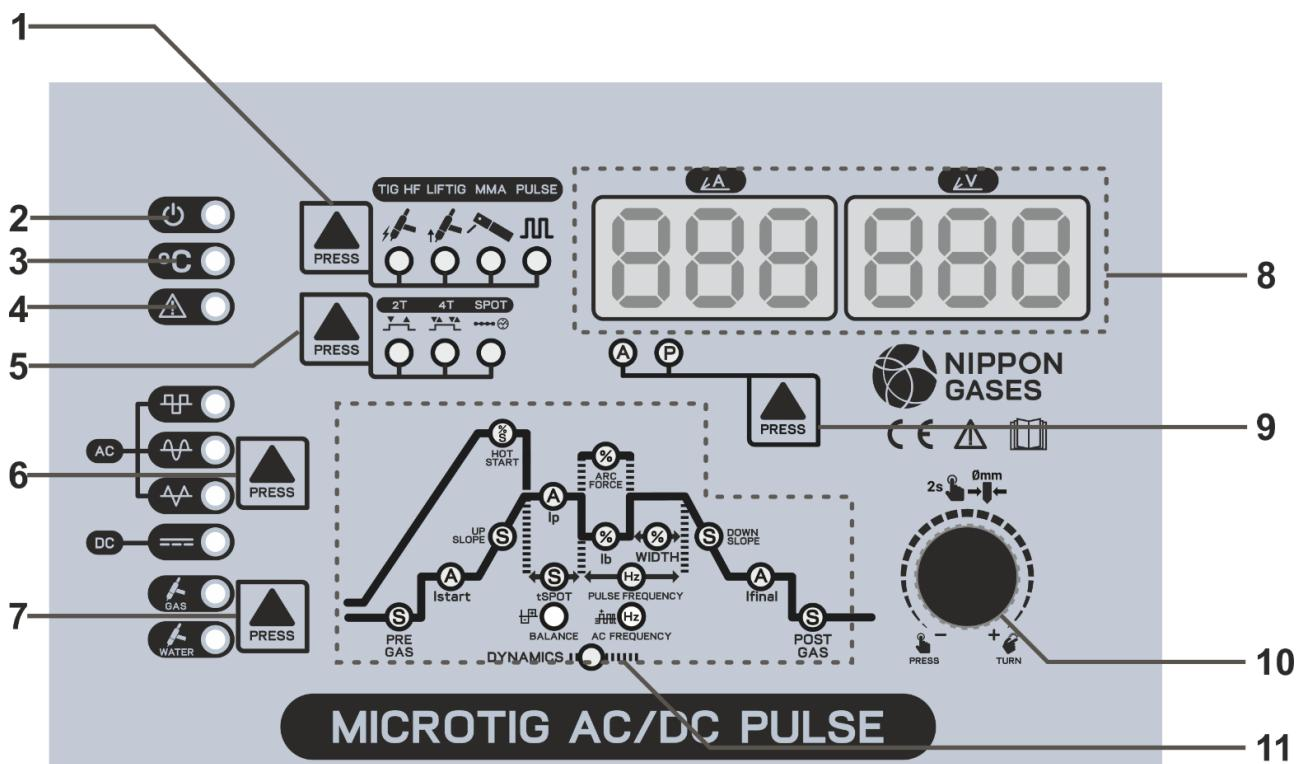

Fig. 1 – Painel de controlo
- Hot Start (Fig.1 - 1) - Para forçar a ignição de arco, ajustar a percentagem de hot start em relação à corrente principal e/ou o tempo (segundos).
- Arc Force (Fig.1 - 3) - Para evitar a colagem do eléctrodo à peça a soldar durante a soldadura, ajuste a percentagem de arc force em relação à corrente principal.